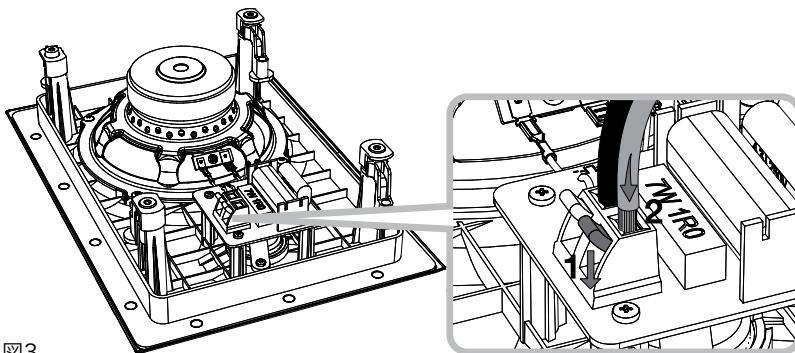

図3
4.3 次に、スピーカーケーブルをクロスオーバーボードにあるスプリング端子に接続します。スピーカーを正しい極に接続するようしてください。つまり、アンプのプラス電極に接続したケーブルは、スピーカーの赤いスプリング端子に、同様に、アンプのマイナス電極に接続したケーブルは、スピーカーの黒いスプリング端子に接続してください。ケーブルの接続については図3をご覧ください。